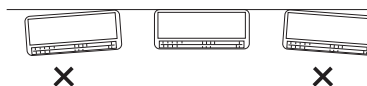

Fig. 3-39
- (2) Controllare con una livella o un metro che il pannello sia in posizione orizzontale. Questo è importante per installare correttamente l'unità. (Fig. 3-39)